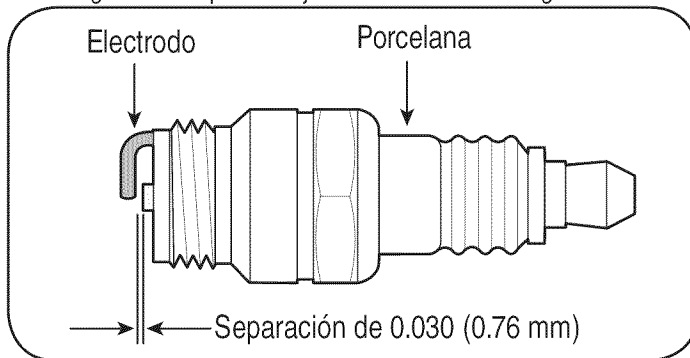

Figura 11
2. Saque e inspeccione la bujía. Verifique la separación para asegurarse de que está fijada en 0.030". Vea la Figura 11.